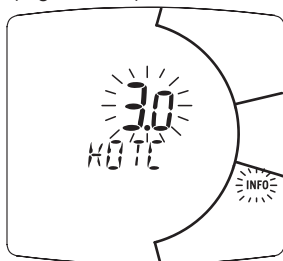

Figura 5.40
- Premere per più di 10 secondi il pulsante  per entrare in modalità " Parametri Impianto" (Figura 5.40).
L'andamento della temperatura al variare dell'impostazione fatta con i tasti 15 e 16 per un  $K = 1,5$  è illustrato nella Figura 5.40.